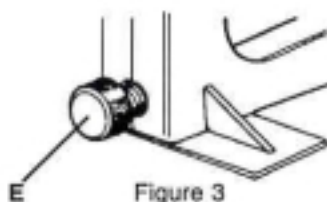

Figure 3
Die Eindringtiefe der Nägel in das Holz kann durch Einstellung der Einstellschraube eingestellt werden (E). Die fabriksseitige Einstellung sollte in den meisten Fällen genügen. Drehen nach Links erhöht die Eindringtiefe, drehen nach Rechts verringert die Eindringtiefe. Abbildung 3.